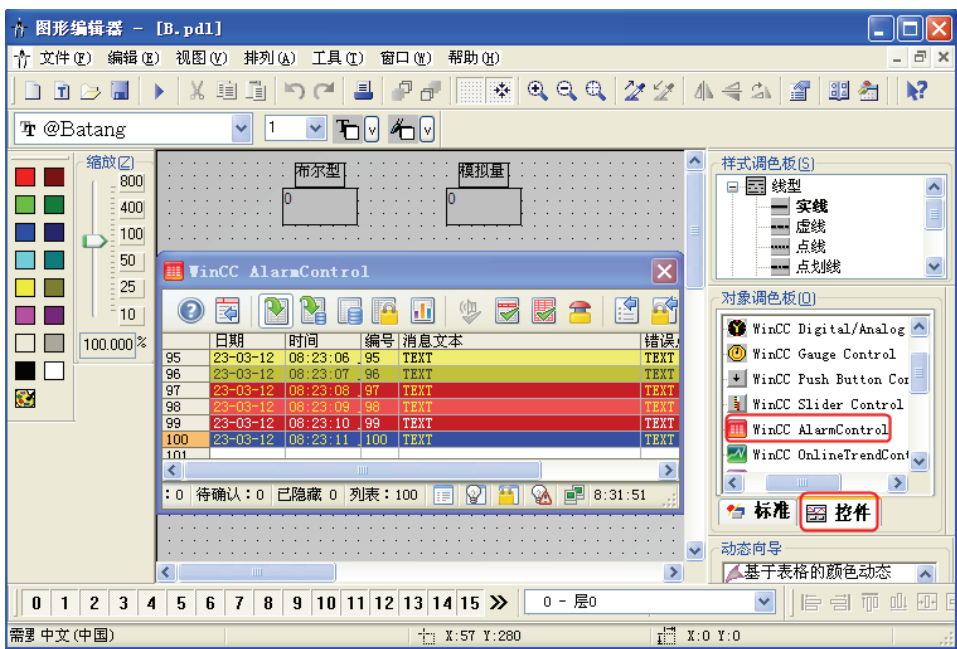

图 6-29 向画面中插入“WinCC AlarmControl”控件
1) 如图 6-29 所示, 在“对象调色板”中, 先选中“控件”, 再选中“WinCC AlarmControl”控件, 将其拖入画面, 并用鼠标调整其大小, 直到合适为止。